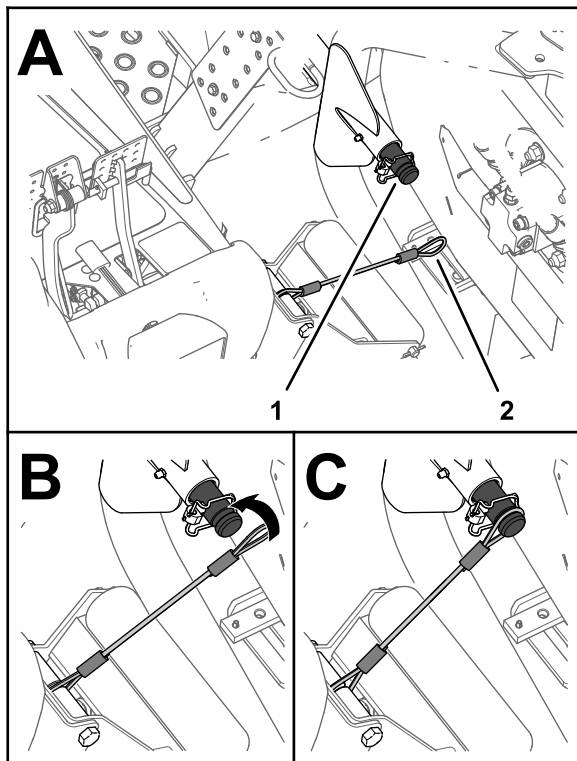

Bild 66
- Fluchten Sie die Verbindungsleine zur Trägerwelle des Hubarms für das äußere Frontmähwerk aus (Bild 66).
- Schieben Sie die Schleife der Verbindungsleine über die Trägerwelle, bis die Verbindungsleine fest in der Rinne der Welle sitzt (Bild 66).